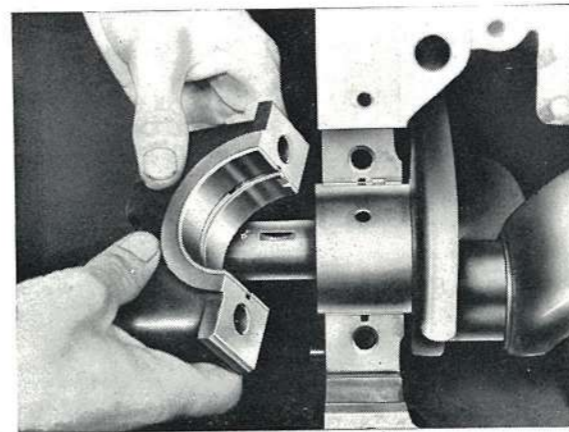

FIG. 31
4. Placer le coussinet et les deux rondelles de poussée inférieures dans le chapeau du palier central en disposant les rainures de graissage vers l'extérieur. Mettre un peu d'huile sur la portée du vilebrequin et monter le chapeau sur le palier central de telle façon que les ergots de centrage des coussinets supérieurs et inférieurs soient du même côté de la portée. Il en est de même pour le palier avant illustré sur la figure 31.
6. Mettre en place le chapeau avant (voir fig. 31).